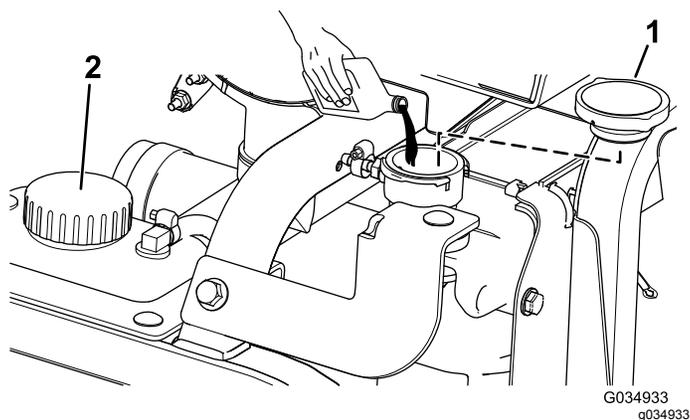

Figura 112
5. Llene el radiador de refrigerante hasta que el nivel de refrigerante llegue al borde del orificio de llenado (**Figura 112**).